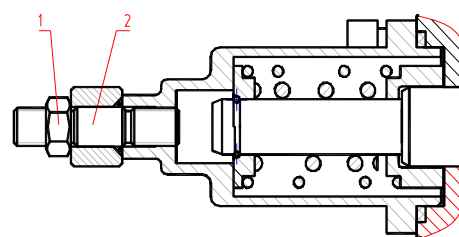

Рис. 11. Ограничитель хода золотника гидрораспределителя
12. Установите рейфер между упорами так, чтобы ротор не мог вращаться, и настройте клапаны КП15 и КП16, расположенные на гидрораспределителе ротора, на давление  $20,2$  МПа при установке ротора 318-00-41.31.000 или  $16\pm 0,5$  МПа при установке ротора РУ-80 (г. Ковров). Для ограничения скорости вращения ротора (не более 10 об/мин) необходимо завернуть винт (рис. 11) на большой крышке секции «Дх–напор на ГР-521» гидрораспределителя ГР-520 до получения необходимой скорости.